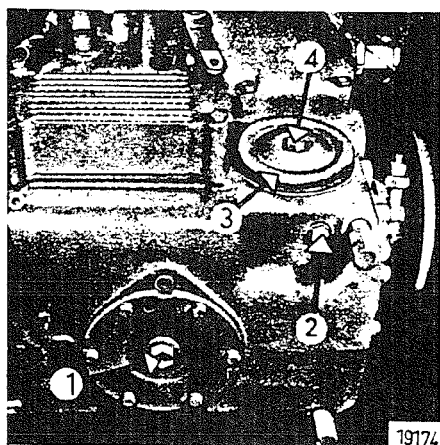
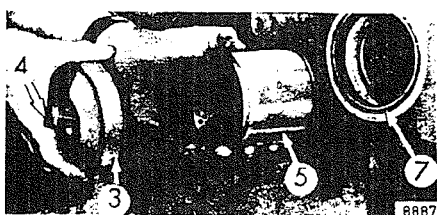

Рис. 22
Рис. 23
1. Смену масла рекомендуется проводить при еще не остывшем двигателе, т.к. теплое масло лучше стекает. Для этого необходимо вывернуть пробку для слива масла 1 и 2 /рис. 22/ и слить старое масло. После этого вывернуть болт 4, снять корпус фильтра 3 и промыть сетчатый фильтр 5 /рис. 23/ в дизельном топливе.